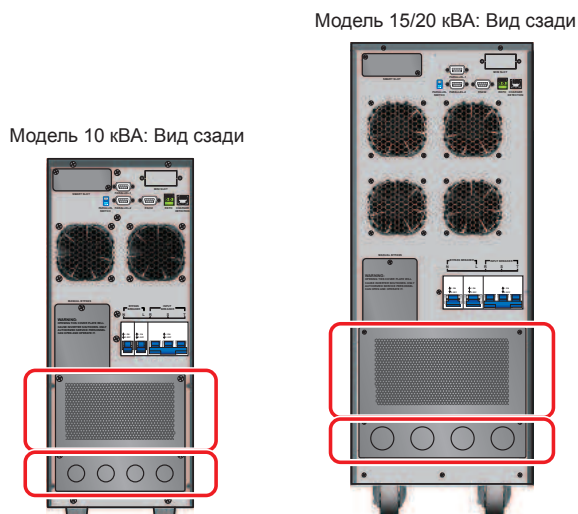

Рис. 6-10. Местоположение защитных панелей
- 1 Снимите защитные панели, показанные на **Рис. 6-10**, за ними находится блок зажимов для подключения, представленный на **Рис. 6-12**.